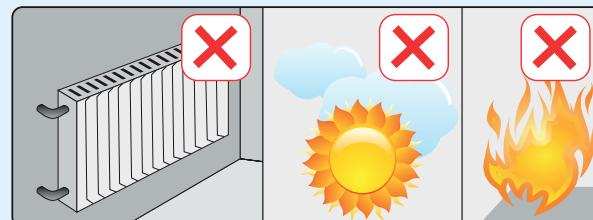

FIGURA 4
Mettere lontano da fonti di calore almeno un (1) metro. (stufa, stufa, stufa elettrica, ecc.) (Figura 4)